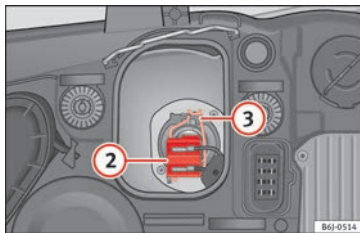

Bild 100 Halvljusstrålkastare.
- Ta bort kontakten » bild 100 ② från glödlampan.
- Lossa fjäderhållaren » bild 100 ③ genom att trycka inåt till höger.